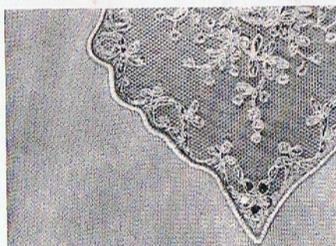

Abb. 47
**Die Wiener Wäschearbeit** (Abb. 47), auch als Ankordeln von Spitze oder Rollieren bekannt, besteht